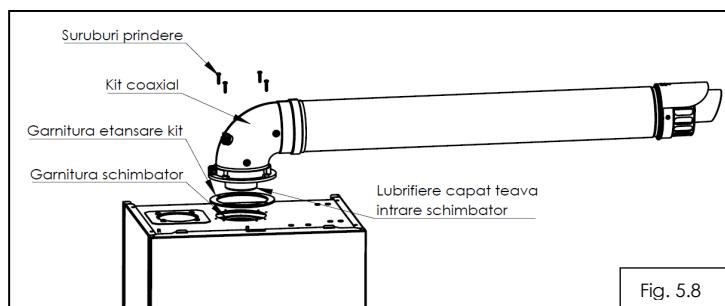

Fig. 5.8
Pentru instalarea facilă a kitului este necesar lubrificarea capătului cotului (4) la partea de intrare în centrală, utilizati numai apă sau sapun comercial standard. Lubrificarea este necesara pentru a nu deplasa garnitura de evacuare de pe schimbatorul principal de caldura (fig. 5.8).
Kitul coaxial vertical, fig. 5.8 se livreaza doar la cerere. Evacuarea gazelor se face printr-un tub de diametrul Ø60mm, coaxial cu tubul de admisie a aerului de diametrul Ø100 mm. Raccordarea se face astfel: